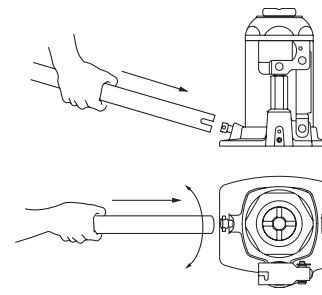

Fig.6
pomphendel bij de bediening van de ontlastingsschroef (Fig. 6). Draai totdat de ontlastingsschroef zijn aanslag bereikt. Haal de ontlastingsschroef niet met kracht aan, omdat dan de klepzitting kan beschadigen.
• Serrare la vite di scarico girandola in senso orario. Utilizzare l'estremità posteriore della leva della pompa in sede di regolazione della vite di scarico (Fig. 6). Serrare a battuta la vite di scarico. Non serrare eccessivamente la vite di scarico per non danneggiare la sede della valvola.
• Para fechar o parafuso de descarga, girá-lo no sentido dos ponteiros do relógio. Usar a parte traseira do manípulo da bomba para manobrar o parafuso de descarga (Fig. 6). Aparafusar até o parafuso de descarga atingir o respectivo assento. Não apertar o parafuso de descarga com demasiada força, o que poderia danificar o assento da válvula.